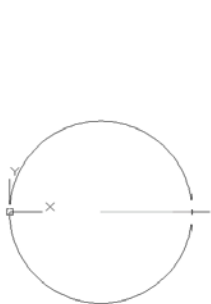

图 4.51 指定轴端点
(1) 启动 AutoCAD 2012 后, 在命令行中输入 ELLIPSE 命令, 然后输入 A。
- (2) 根据命令提示, 输入 (0, 0) 为圆弧的圆心。
- (3) 在绘图区域的右侧按一下鼠标左键, 指定任意一点为轴端点, 如图 4.51 所示。